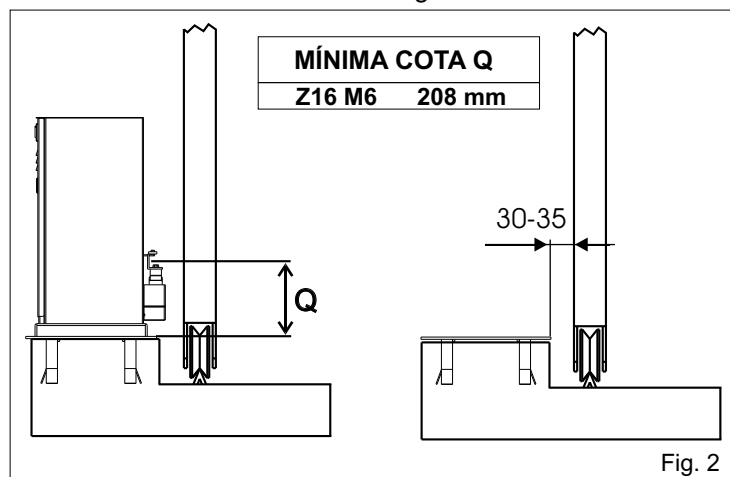

Fig. 2
2.3. Antes de cementar la placa de anclaje asegurarse que la misma resulte perfectamente horizontal y que sea respetada la cota de 30 - 35 mm indicada en la Fig. 2.
4.1. Fijar el motorreductor a la placa de fundación regulando la posición lateral, Fig. 4, para respetar las cotas mencionadas en Fig. 2.